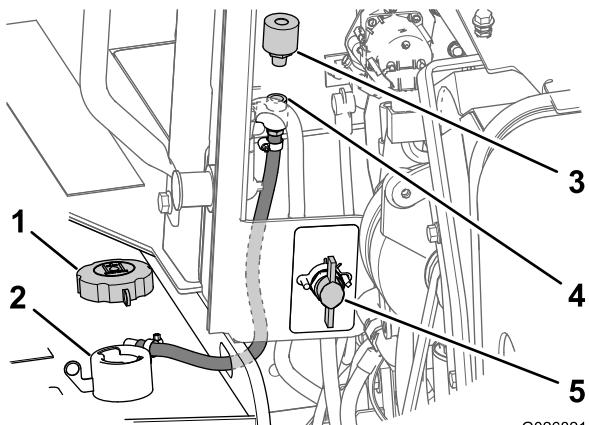

Figura 107
2. Gire el interruptor de desconexión de la batería a la posición de Desconectado (Figura 107).
3. Retire el tapón de llenado del cuello de llenado del depósito (Figura 107).
4. En el lado delantero del compartimiento del motor, retire el respiradero del acoplamiento de tubo girando el respiradero en sentido antihorario (Figura 107).
5. Instale un respiradero nuevo en el acoplamiento del tubo y apriételo a mano solamente (Figura 107).